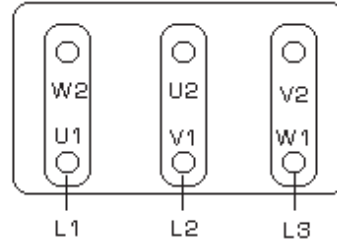

Fig. 2
- delta connection (Fig. 2)
- Dreieckschaltung (Abb. 2)
- connexion en triangle (Fig. 2)
- collegamento a triangolo (Fig. 2)